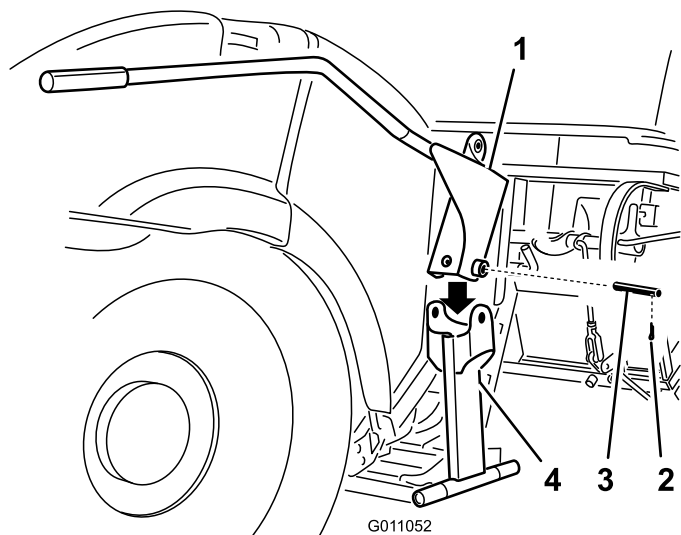

Рисунок 10
1. Разместите рукоятку в сборе на монтажном узле рукоятки (Рисунок 10).
2. Установите рукоятку в сборе с помощью штифта и цилиндрического штифта (Рисунок 10).